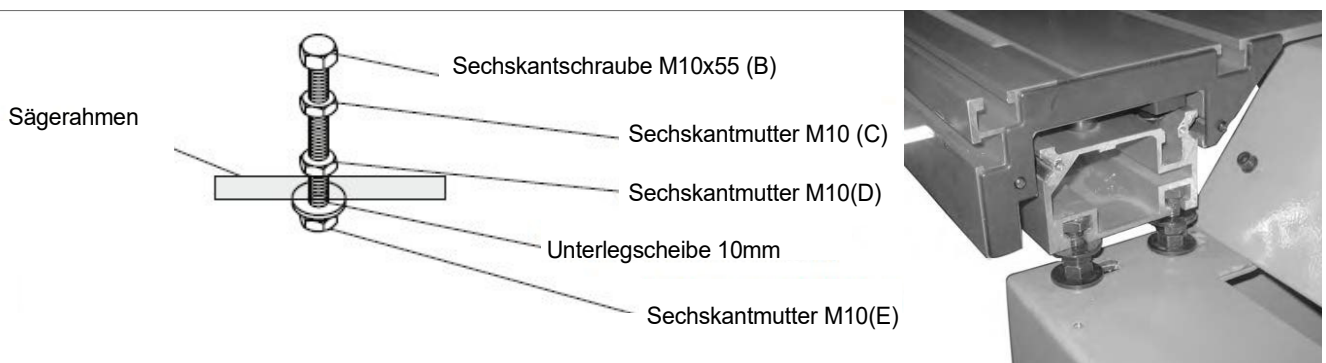

Abb. 5-3: Montage und Demontage der Schiebewand
- Montieren Sie die 4 Einstellschrauben für die Schiene am Sägerahmen. Ziehen Sie die Muttern (Pos. D und E, Abb. 5-3) leicht an. Befestigen Sie die 4 Sechskantschrauben am Hebel.
- Ziehen Sie die Sechskantmuttern (Pos. C, Abb. 5-3) an.
- Stellen Sie dann die Sechskantmuttern (Pos. D und E, Abb. 5-3) so ein, dass die Schiebepatte parallel zum Haupttisch ausgerichtet ist.